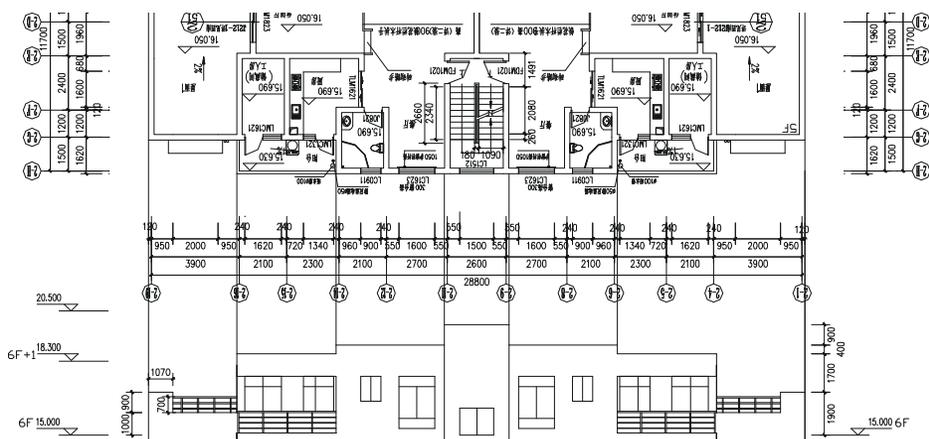

图 12-1-11
**STEP 19** 使用绘制直线命令 LINE 和偏移命令 OFFSET，绘制跃层（六层）的上边沿线，如图 12-1-11 所示。
**STEP 20** 使用复制命令 COPY 复制一份跃层上平面，并使用旋转命令 ROTATE (RO) 将其旋转 180°。
**STEP 21** 使用移动命令 MOVE 将如图 12-1-11 所示的立面图对准旋转后的跃层上平面，并使用绘制直线命令 LINE 引出门窗的边线。